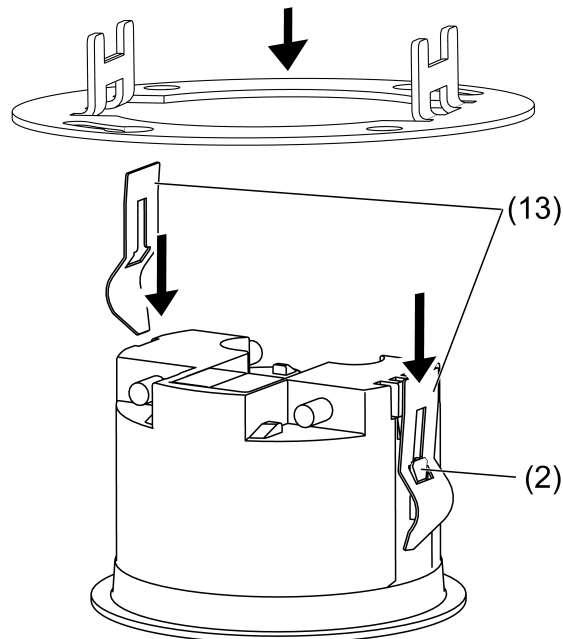

Imagen 9
- Empujar por detrás los resortes de apriete (13) sobre las guías (2) en posición correcta, hasta que encajen (Imagen 9).